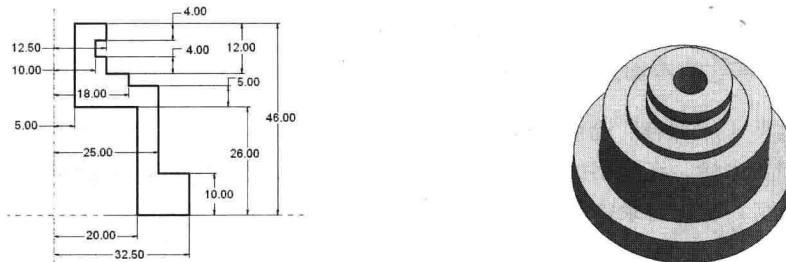

图 1-15 创建旋转特征
- 3 进入草绘环境中绘制草图，单击“草绘器工具”工具栏的 \checkmark 按钮，设置深度（旋转角度）后，单击 \checkmark 按钮完成特征创建，如图 1-15 所示。